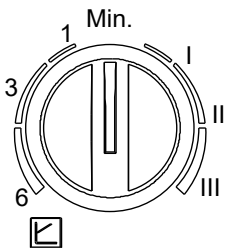

Abb. E-3: Wahlschalter
- Heizungskreislauf durch Drehen des Wahlschalters (siehe Abb. E-3) auf Vorortbedingungen einstellen.